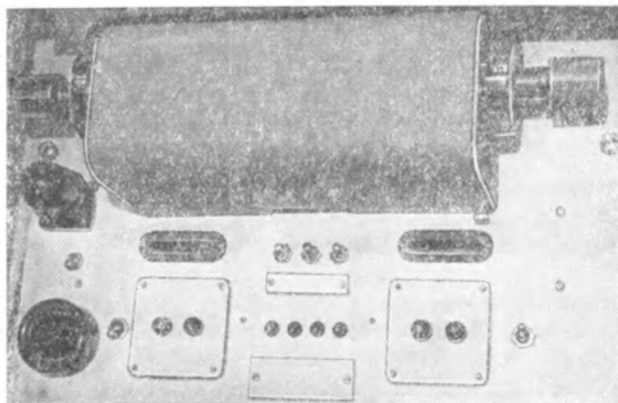

Рис. 8. Регулятор громкости на четыре канала
2) счетверенный регулятор громкости имеет 21 ступень регулировки (по 2 дб на ступень) Спротивление каждого регулятора 500 ом, габариты $300 \times 120 \times 120$ мм (рис. 8);